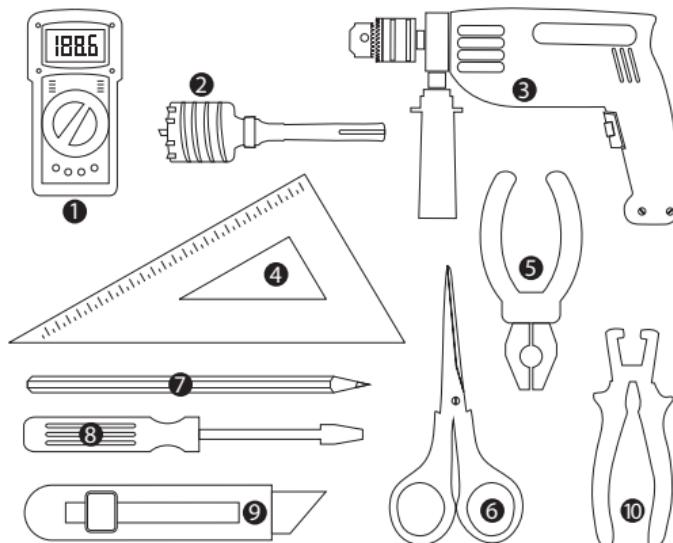

Рисунок 7. Рекомендуемый набор инструментов.
**Шаг 5. Подготовьте необходимый инструмент для монтажа (смотри рисунок 7).** В случае, если Вы не являетесь квалифицированным электриком, поручите монтаж пленочного теплого пола специалисту или просто обратитесь за услугой в сервисную службу компании «ССТ».